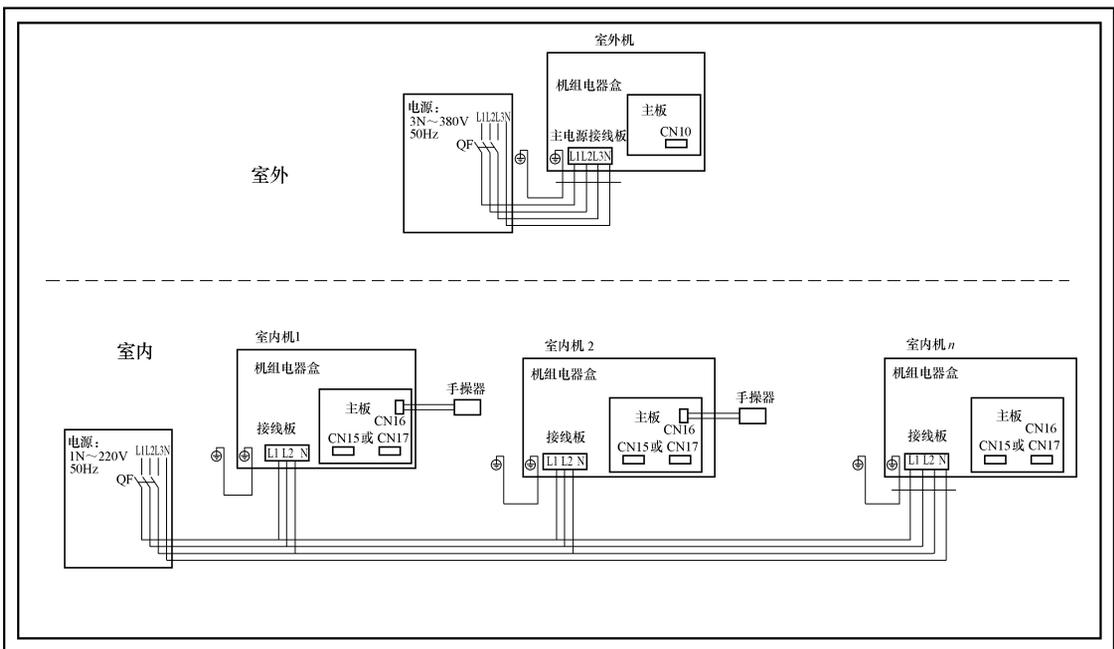

图 3-79 三相供电电源线连接方式 2
2) 方式 2：室内机统一用三相电源，单相的室内机电源接其中两相。电源线连接方法如图 3-79 所示。